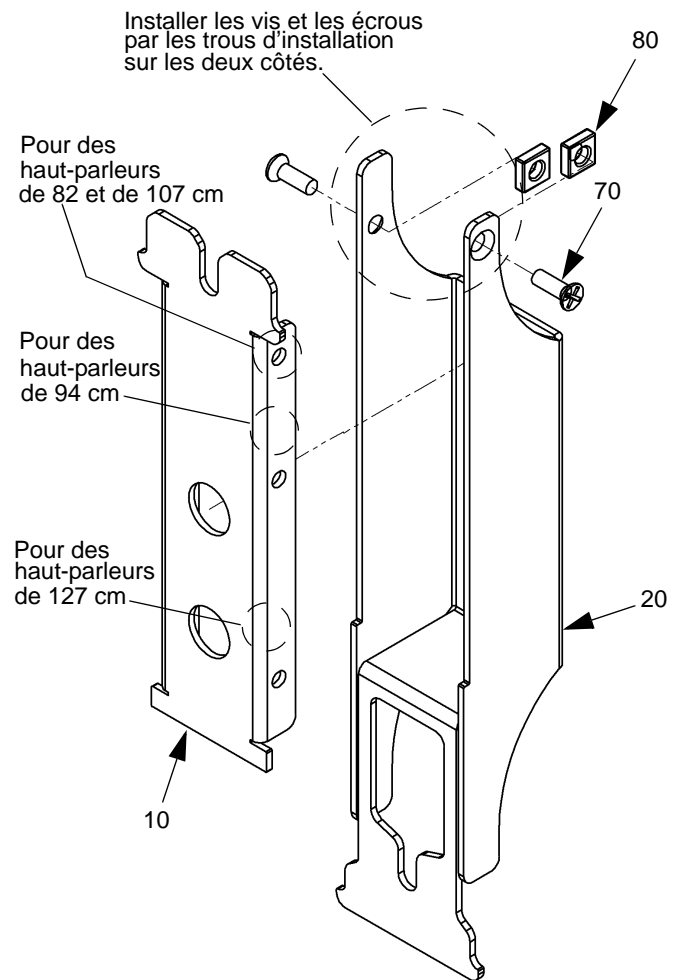

Figure 6. Assembler les supports des haut-parleurs
2. Localisez les deux supports de réglage des haut-parleurs (10), deux supports muraux des haut-parleurs (20), quatre vis cruciformes à tête plate (70) et quatre écrous carrés (80). Voir la Figure 6.
3. En fonction de la taille de votre haut-parleur, localisez la paire des trous de montage sur le support de réglage des haut-parleurs (10) pour la taille de votre haut-parleur.
4. Insérez le support de réglage des haut-parleurs (10) dans le support mural des haut-parleurs (20) et alignez les trous d'installation.
5. Installez les deux vis cruciformes à tête plate (70) et les deux écrous carrés (80) pour assembler les supports (10 et 20) (voir la Figure 6).
6. Répétez les étapes 4 et 5 pour assembler le deuxième support mural de haut-parleur (20).